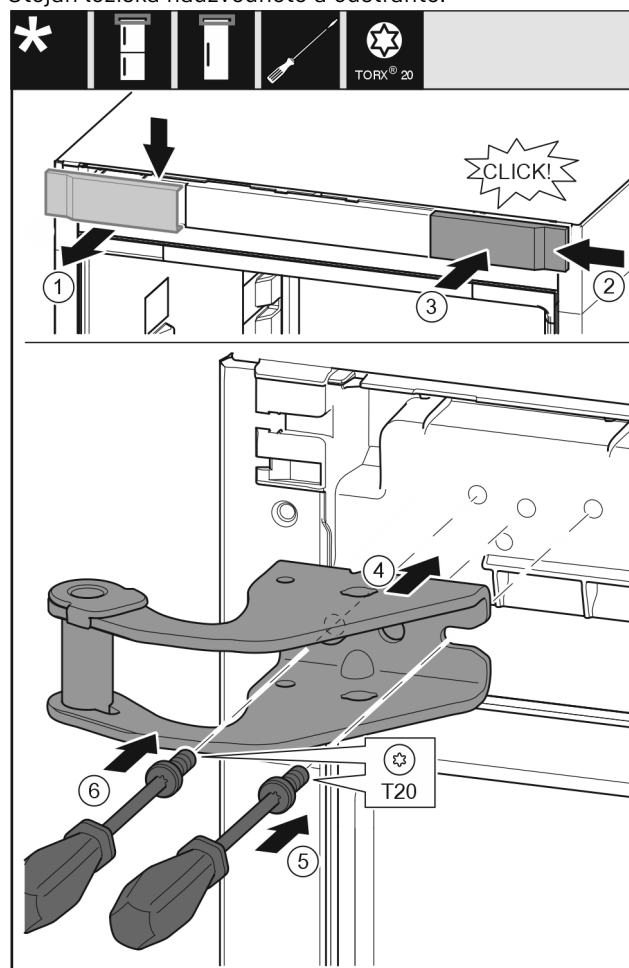

Fig. 10
- Odeberte kryt Fig. 10 (1) shora dopředu.
- Kryt Fig. 10 (2) otočený o 180° zavěste na druhé straně zprava.
- Zaklapněte kryt Fig. 10 (3).
- Nasadte horní stojan ložiska Fig. 10 (4).
- Šroubovákem nasadte šroub Fig. 10 (5) a utáhněte.
- Šroubovákem nasadte šroub Fig. 10 (6) a utáhněte.